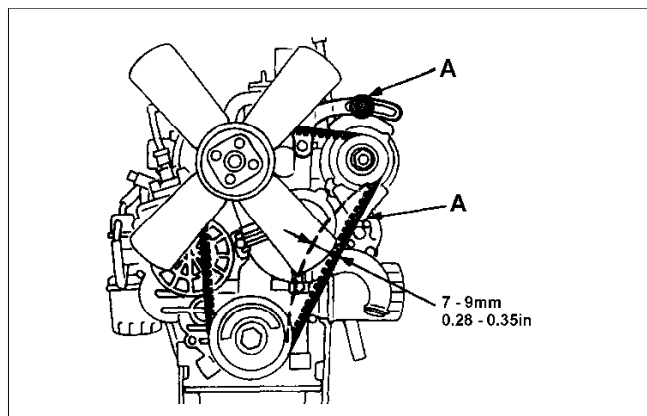

Fig.42
- (a) Beide Befestigungsschrauben des Generators (A Bild 42) lösen und Generator verdrehen, bis die einwandfreie Keilriemenspannung erreicht ist.
- (a) Rilasciare i due bulloni (A Fig. 42) di fissaggio dell'alternatore, e regolare quest'ultimo fino ad ottenere la giusta tensione.